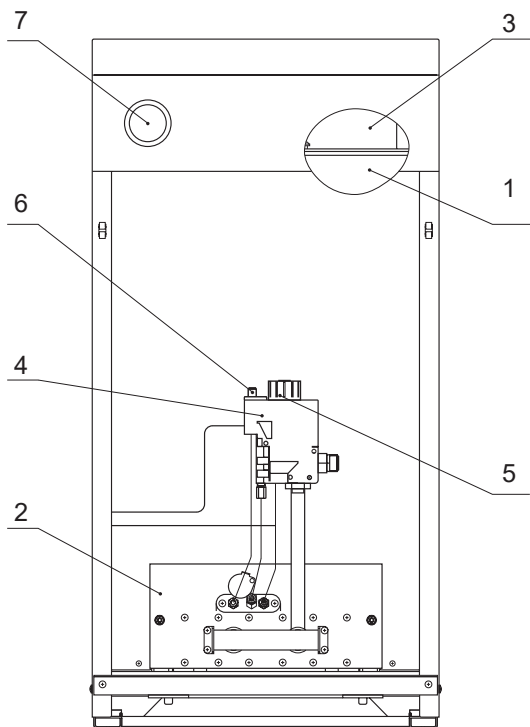

Рис. 2. Особенности котла с газовым блоком 630 EUROSIT TORINO 7,5; 10; 12,5; 16; 20
4.2 Котел представляет собой сборную конструкцию, закрытую декоративными тонколистовыми панелями с теплоизоляцией, внутри которой располагаются (см. рис. 2, 3):
- стабилизатор тяги с датчиком тяги (3);
- корпус котла, состоящий из топки и теплообменника (1);
- газогорелочное устройство с газовым блоком (ГТУ) (2).